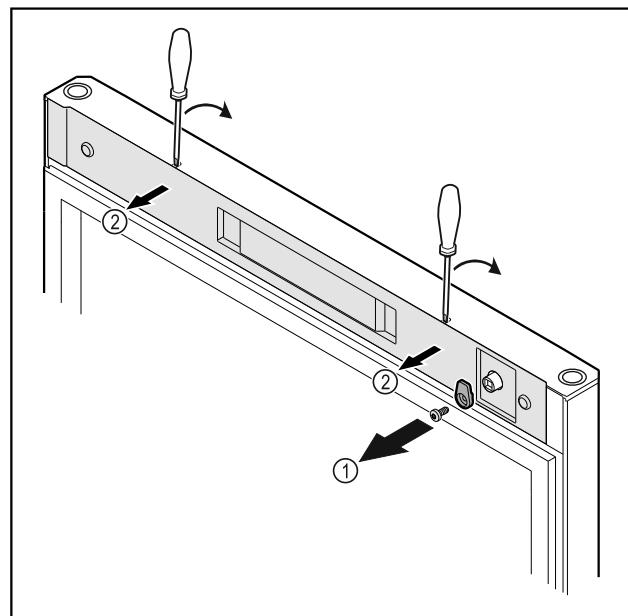

Fig. 18
- Odskrutujte zatvárací hák Fig. 18 (1).
- Odistite kryt Fig. 18 (2) malým skrutkovačom a odoberte ho.